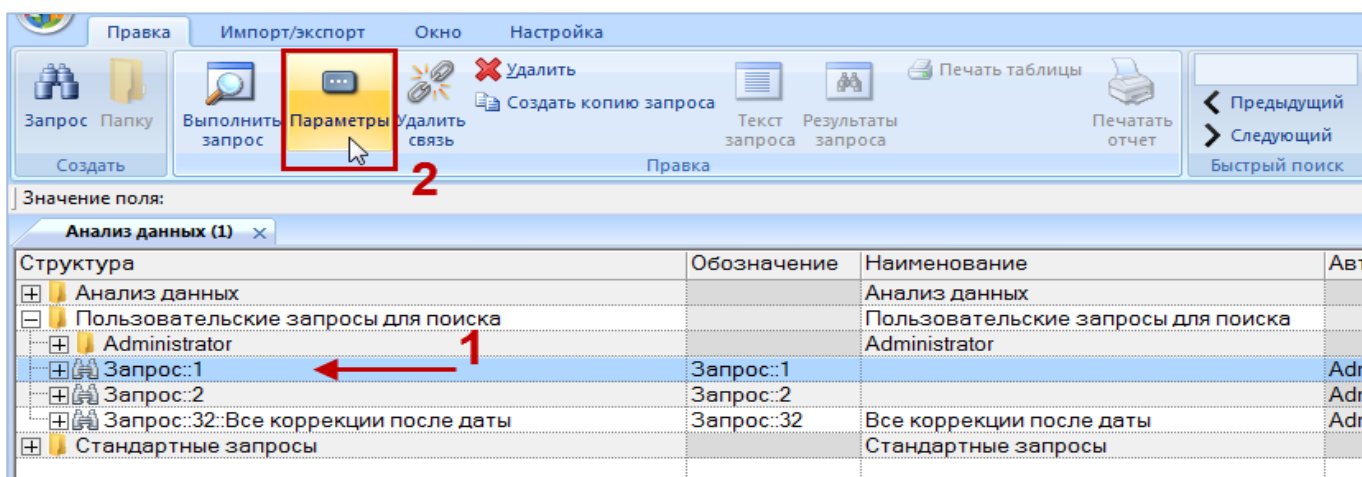

Рис. 7-17 – Открытие окна связанных объектов «Параметры запроса» для запроса
2) Выбрать запрос в рабочем окне «Анализ данных» и нажать «Параметры» панели «Правка» (1 и 2 на рис. 7-17).